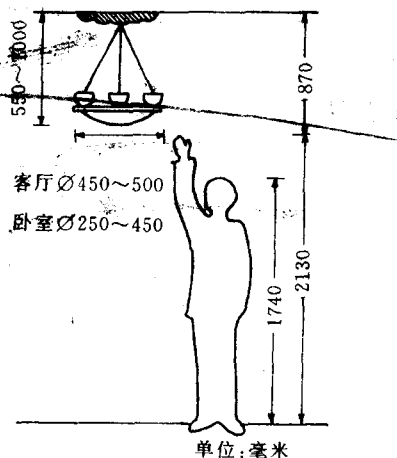

图 1-7 吊灯的适宜尺度
(4) 吊灯和顶灯。吊灯、顶灯一般用在起居室、卧室、书房、办公室、会议室等地方，作为基本照明。吊灯的适宜尺度如图 1-7 所示。多火吊灯或顶灯在安装时最好采用多根导线，以便根据需要进行选择点亮。